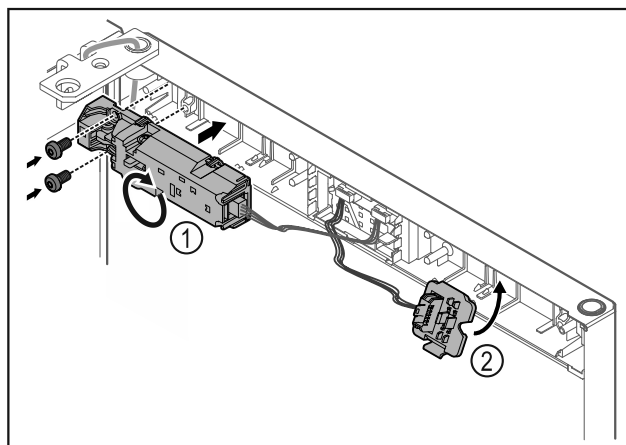

Fig. 21
- ▶ Okrenite daljinsku bravu Fig. 21 (1) za 180° i pričvrstite je na suprotnu stranu.
- ▶ Uglavite držač utikača Fig. 21 (2) na suprotnu stranu.